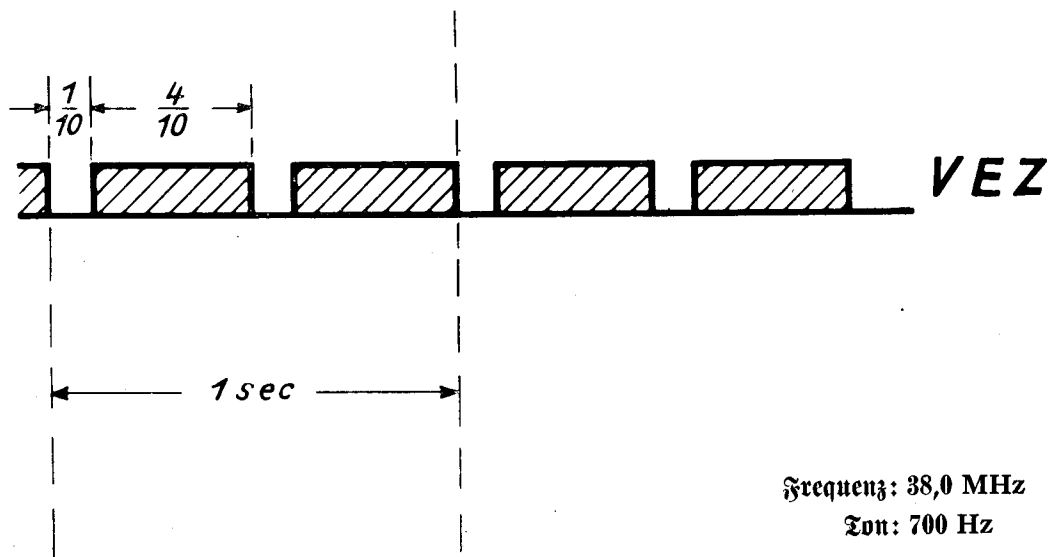

Abb. 2. Lastzeichen des Voreinflugzeichensenders
1. Als **Voreinflugzeichen** (tiefer Ton in strichförmiger Lastung; Lastzeichen in Abb. 2); es ist die erste Abstandsmarke, die dem Flugzeugführer beim Anflug im Leitstrahl zugestellt wird, und meldet die Entfernung 3 km vor der Rollfeldgrenze.